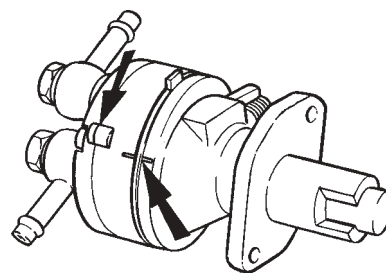

Fig. 95. Placering av överensmärken
4. Repérer l'emplacement du couvercle, du boîtier et du corps de pompe (figure 95).